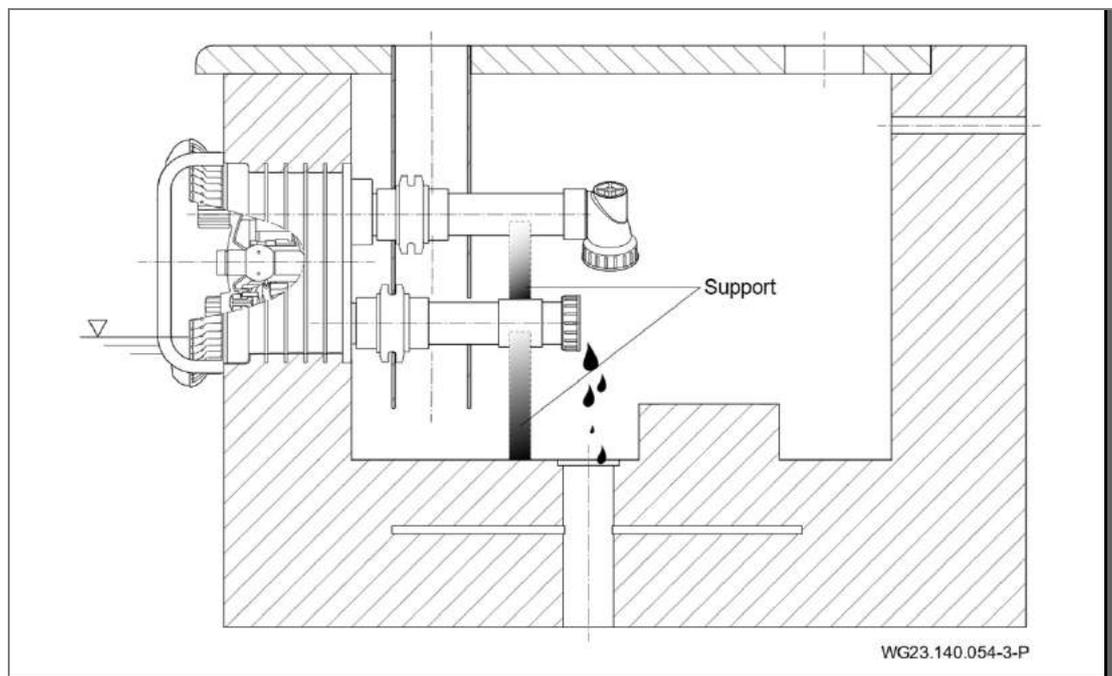

Fig. 28
3. Soulager les tuyauteries d'aspiration et de refoulement par des supports. Voir "Fig. 28".